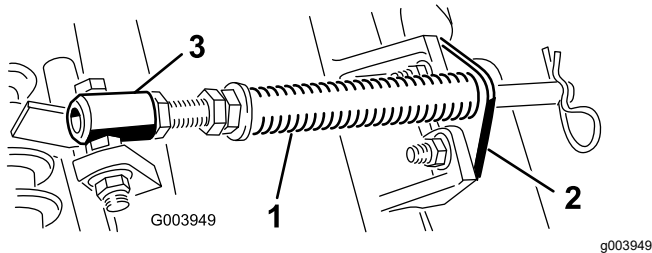

Figure 5
1. Retirez les 2 boulons de carrosserie et écrous qui fixent le support de tige aux pattes de l'unité de coupe (Figure 5).
2. Retirez l'écrou à embase qui fixe le boulon du tube de ressort à la patte du bâti porteur (Figure 5) et déposez l'ensemble.